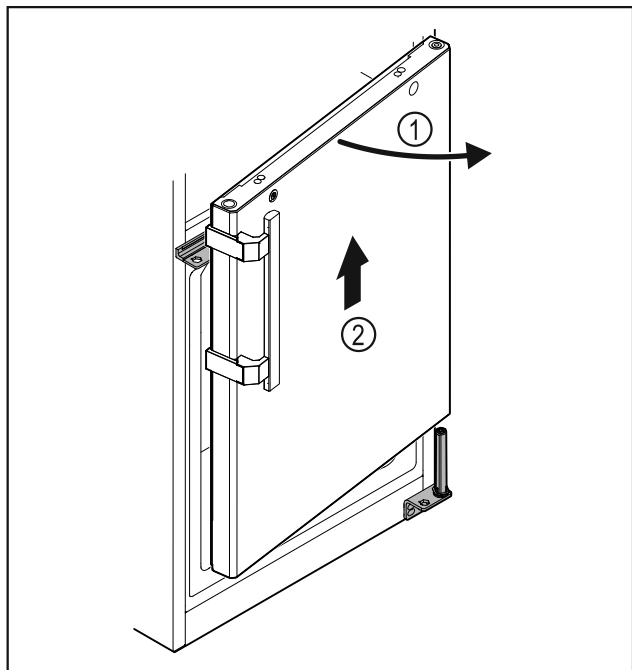

Fig. 24
- Ouvrir légèrement la porte, la soulever Fig. 24 (1) droite d'environ 200 mm et la retirer Fig. 24 (2).